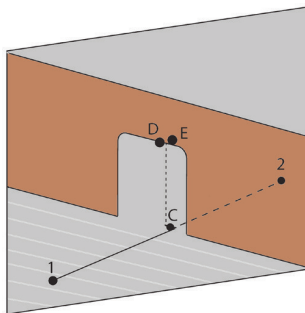

Figure 14
6. Si la distance de D à E < 1,5 mm pour une porte de 3 m, votre précision d'aplomb est conforme aux spécifications. (Figure 14)